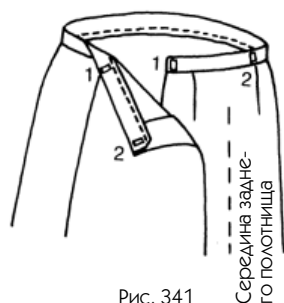

Рис. 341
### ВЫПОЛНЕНИЕ (РИС. 341)
— Для верхнего края застежки нужно предусмотреть широкий подгиб, который сформирует подборт, т. е. 8–10 см (см. рис. 341).
5. Два крупных крючка должны быть пришиты к каждому концу пояса (см. рис. 341, точки 1 и 2).